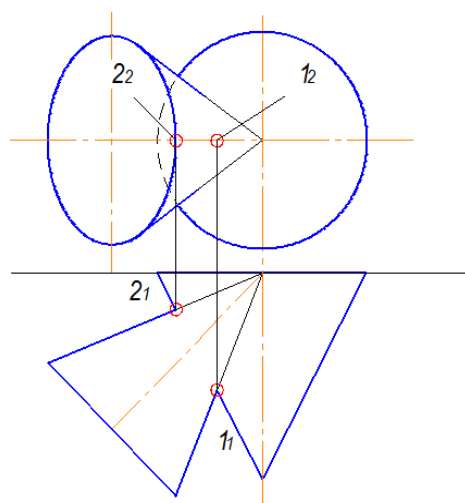

Рисунок 18 – Крок 1 алгоритму виконання РГР № 4
1. Визначити проєкції опорних точок, які не потребують додаткових побудов, крім проведення ліній зв'язку (рис. 18).